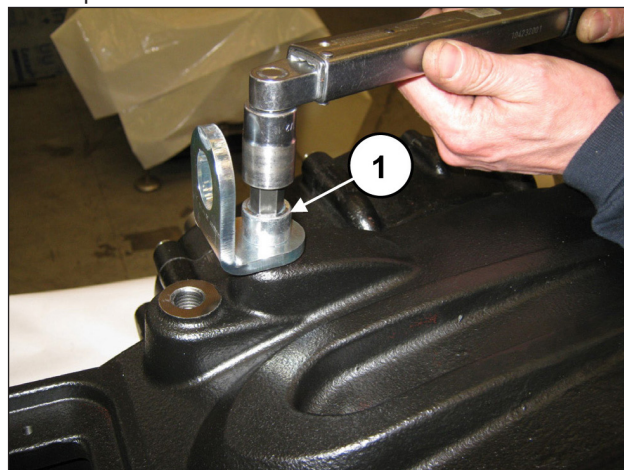

Fig. 93
Introducir la lengüeta 14x9x60 en el piñón. Aplicar los tapones y las bridas de elevación con los tornillos M16x30 (pos. ①, Fig. 93).